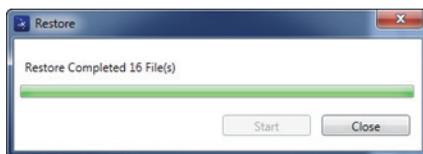

图 6-36 恢复对话框（完成）
6. 当恢复操作完成时，点击 **Close**（关闭）（参见第 318 页的图 6-36）。